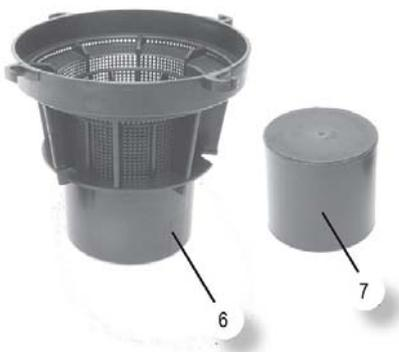

Fig.18: Compruebe el nadador
Paso 4: Gire la jaula del flotador (6, Fig.18) hacia la derecha y vuelva a Muévelo.
Paso 5: Retire y limpie el flotador (7, Fig.18) o verifique por daños.